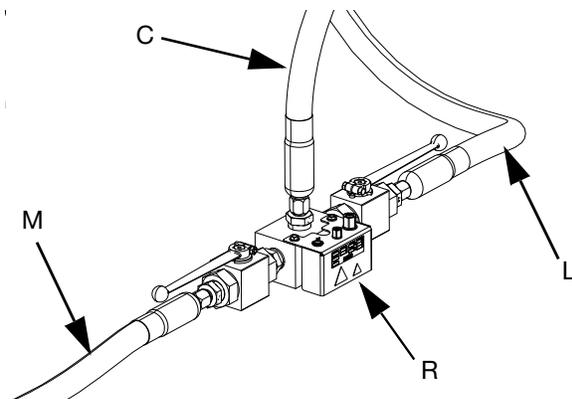

FIG. 23
- c. Conecte la manguera en tándem 1 (L) y la manguera en tándem 2 (M) entre el sistema de suministro y el bloque en tándem (R). Consulte la FIG. 23.
- d. Conecte la manguera de suministro 1 (C) al bloque en tándem (R). Consulte la FIG. 23.